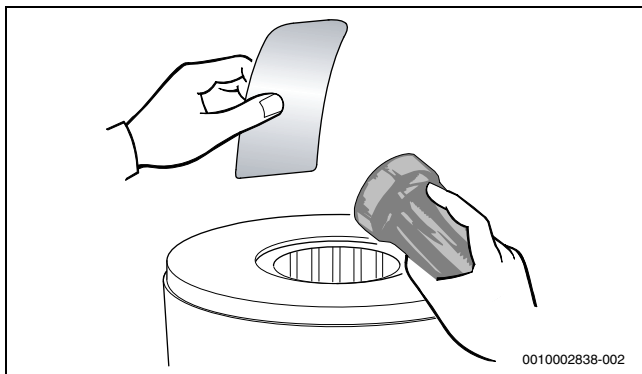

Bild 141 Wärmeblock auf Rückstände prüfen
- ▶ Wärmeblock erneut auf Rückstände prüfen (→ Bild 141).